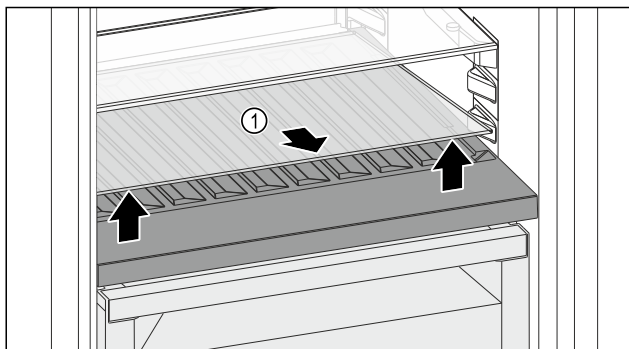

Fig. 107
- ▶ Приподнимите стеклянную пластину Fig. 107 (1) за выемку спереди и извлеките.
- ▶ Уложите стеклянную пластину Fig. 107 (1) на хранение вне устройства.